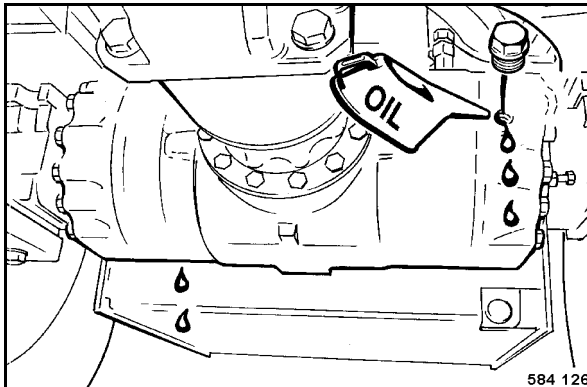

fig. 128
- Dévisser le bouchon de vérification du niveau (fig. 128) et vérifier le niveau d'huile.